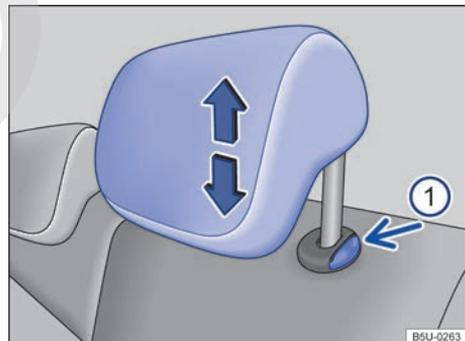

Fig. 41 Ajustar el apoyacabezas trasero.
- Empujar el apoyacabezas hacia arriba en el sentido de la flecha → fig. 41 (A) o con la tecla → fig. 41 (B) presionada, empujar hacia abajo → ⚠.